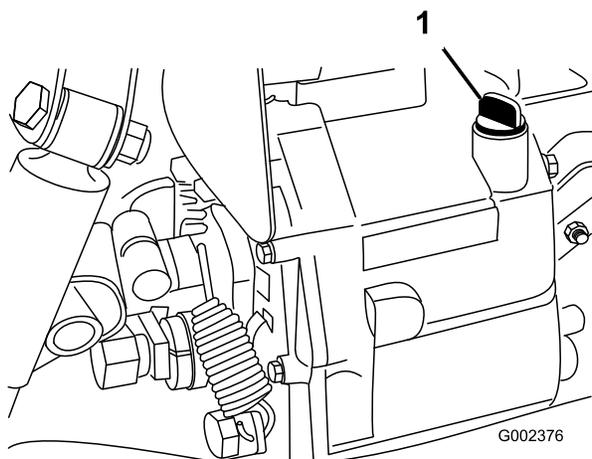

Рисунок 18
- Очистите область вокруг отверстия для измерительного щупа (Рисунок 18).